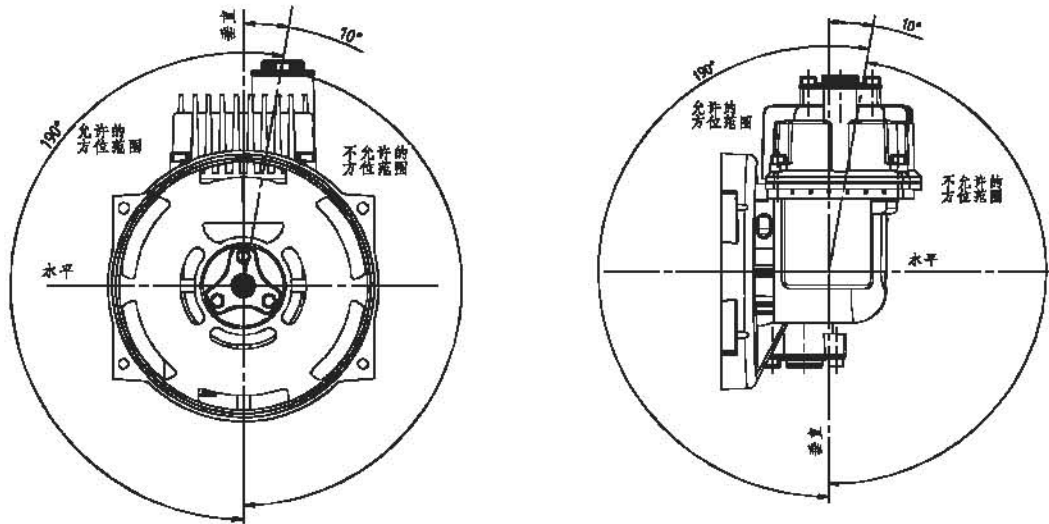

图1 许可的DURR 安装方位
- ◇ 为了防止液体进入泵内，油气回收泵的安装方位必须符合图1的要求。